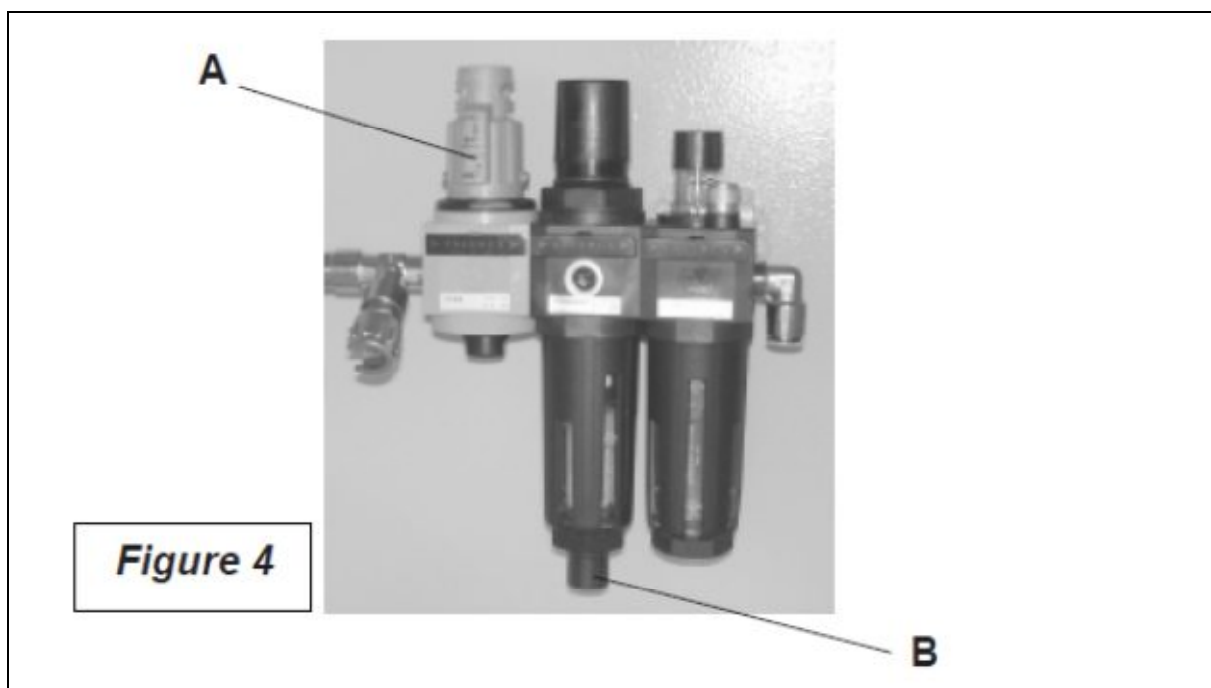

Рис.4
Перед началом любого технического обслуживания отключите подачу сжатого воздуха из магистрали и стравите воздух из системы пневмопресса; заблокируйте секционное устройство пневматической подачи (рис. 4, поз. А), чтобы исключить возможность внезапного запуска системы. Только после выполнения этой операции разрешается снять предохранительные щитки.
- удаление накопившегося конденсата из фильтра производить при помощи гайки (В) (см. рис.4).